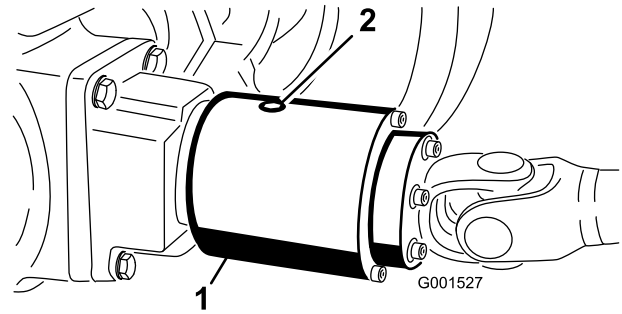

Bild 63
2. Drehen Sie die Kupplung (Bild 63), sodass die Ablassschraube auf 4 Uhr zeigt.